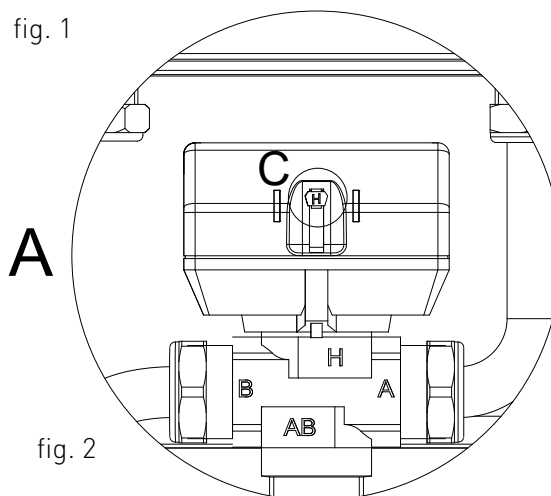
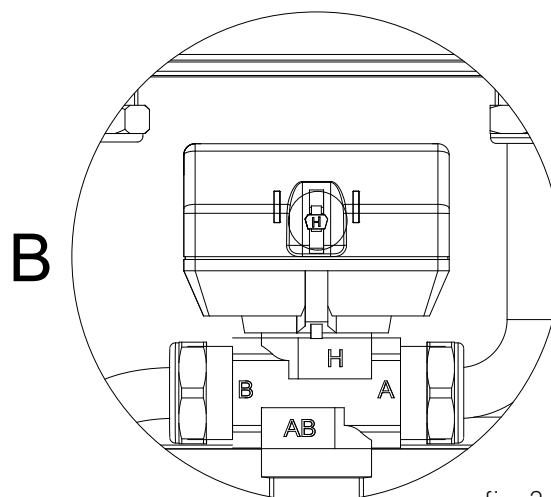

fig. 2
fig. 3
- > posizionare la leva C (fig. 2) della valvole miscelatrice dei circuiti di bassa temperatura dalla posizione indicata nel riquadro A (fig. 2) a quella indicata nel riquadro B (fig. 3).
Ad operazione ultimata, assicurarsi che il rubinetto di carico della caldaia sia ben chiuso e riportare la leva C di ogni valvola miscelatrice nella posizione originaria indicata nel riquadro A di fig. 2 operando lo smontaggio e successivo rimontaggio del motore sul corpo della valvola miscelatrice procedendo come segue:a.